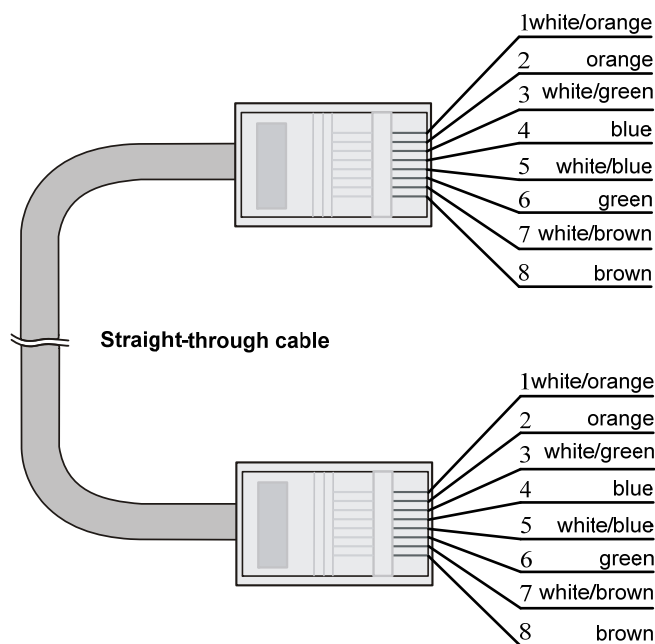

図5-2 ストレートケーブル
- ストレートケーブル：図 5-2 で示すように両端のピン配置は、568B 規格に従います。